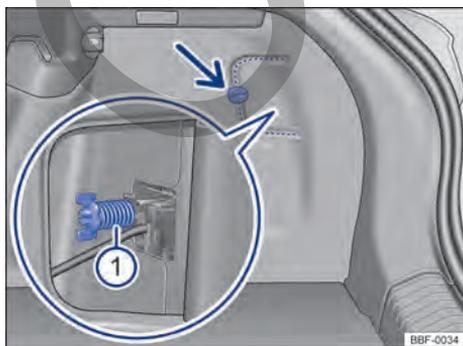
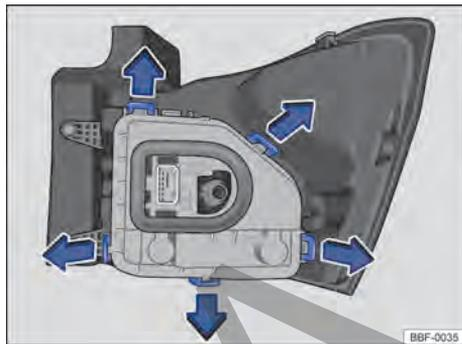

Fig. 187 En el maletero: desmontar la cubierta y retirar el tornillo mariposa ① (fragmento ampliado).
Fig. 188 Linterna trasera: desmontar el portalámparas.
- ① Observar la lista de control y ejecutar las acciones → pág. 248.
- ② Abrir la tapa trasera → pág. 71.
- ③ Para abrir la cubierta de la luz, girar la traba → fig. 187 (flecha).
- ④ Abrir la cubierta junto con la traba hacia el costado.
- ⑤ Aflojar el tornillo mariposa ① (fragmento ampliado) y retirarlo, sosteniendo, al mismo tiempo, la linterna trasera.
- ⑥ Tirar con cuidado de la linterna trasera hacia afuera, para desengancharla de la carrocería → ①.
- ⑦ Desenganchar el conector de alimentación de las lámparas de la linterna, para remover totalmente la linterna.
- ⑧ Colocar la linterna trasera sobre una superficie limpia y lisa.
- ⑨ Para desbloquear el soporte de las lámparas, presionar cada lengüeta de bloqueo → fig. 188 en el sentido de las flechas.
- ⑩ Desmonte el portalámparas con cuidado.
- ⑪ Para retirar las bombillas quemadas presione la bombilla contra el alojamiento y gírela en sentido antihorario.
- ⑫ Cambiar la bombilla quemada por una bombilla nueva del mismo modelo.
- ⑬ Para insertar las lámparas nuevas en el portalámparas, introduzca la nueva lámpara en el alojamiento correspondiente. Presione la bombilla y gírela en sentido horario hasta el tope.
- 15 Instalar el soporte de las lámparas en la linterna trasera. Las lengüetas de bloqueo → fig. 188 deben encajar de forma audible.
- 18 Sostener la luz trasera en la posición de montaje con una de las manos y atornillar con la otra el tornillo mariposa → fig. 187 ①.